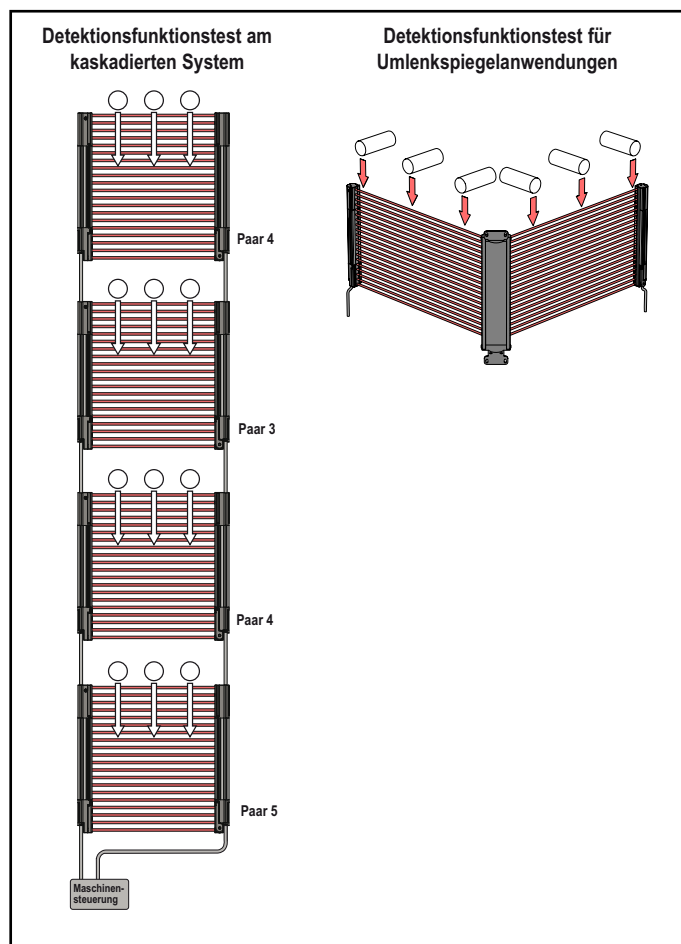

Abbildung 1. Detektionsfunktionstests an EZ-SCREEN LP
Prüfen Sie bei eingeschalteter Betriebsspannung, ob EZ-SCREEN LP im RUN-Modus ist. Die Status-Anzeigen von Empfänger Nr. 1 (siehe Abbildung 1) sollten wie folgt leuchten:
- 5b Führen Sie das Testobjekt bei stillstehender überwachter Maschine an drei Stellen nach unten durch den definierten Bereich von Sender-/Empfängerpaar Nr. 1: in der Nähe des Empfängers, in der Nähe des Senders und auf halbem Weg dazwischen (Abbildung 1).